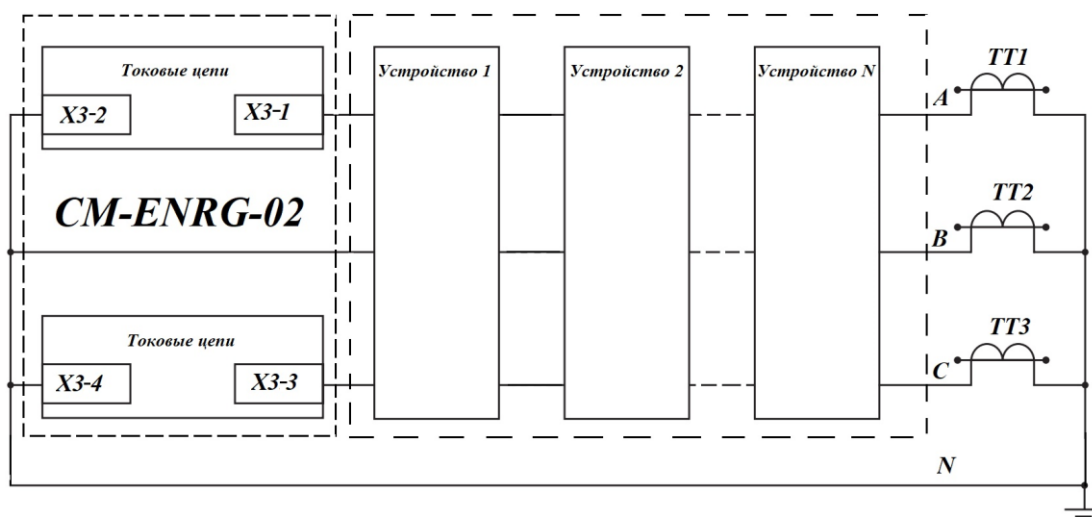

Рисунок 11. Подключение модуля управления CM-ENRG 02 в цепи трансформаторов тока.
2.6.4 CM-ENRG-02 предназначен для применения в схемах с прямым подключением в цепи трансформаторов тока с электромеханическими РЗА или МПЗ. Схема включения рисунок 11.
На торцевых крышках корпуса выключателя предусмотрены 8 отверстий с резьбой М10. Для установки выключателя в КСО или КРУ в монтажном комплекте предусмотрены два кронштейна, которые крепятся с помощью болтов к данным отверстиям. Момент затяжки болтов не более 30 Нм (рис.11).